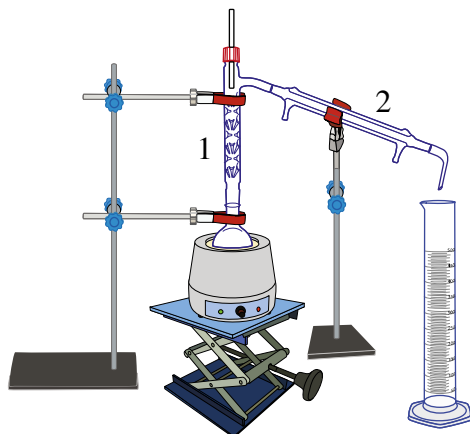

figure 1
- 3 Indiquer auquel des deux protocoles correspond le schéma de la figure 1.
- 4 Donner les noms des éléments de verrerie numérotés ① et ② sur le montage de la figure 1.